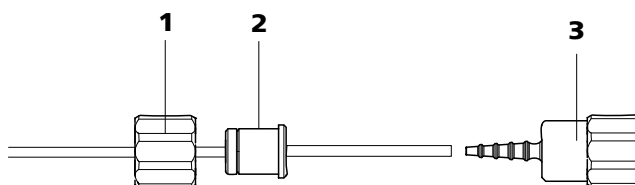

Figure 26 Installer une connexion pour tuyau de pompe sans filtre
- **Cas B:** une connexion pour tuyau de pompe **sans filtre** 6.2744.160 (voir Figure 26, page 48).